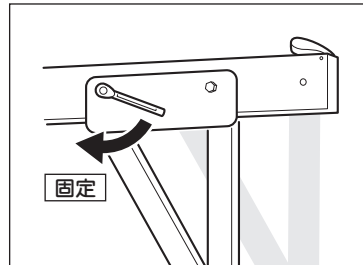

図13
- ③ キャスタのブレーキをかけ、ボルトとナットでフレームとビームを固定してください。（図 13）
- ④ 本機の分解時は、ビームは一番外側に戻してから分解してください。